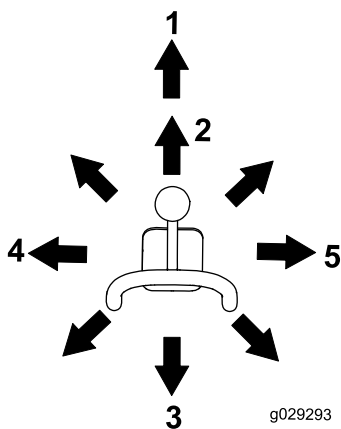

Figura 10
- Pentru a înclina dispozitivul de ataare în față, mică încet maneta spre dreapta (Figura 10).
- Pentru a înclina dispozitivul de ataare în spate, mică încet maneta spre stânga (Figura 10).
- Pentru a coborî braele încărcătorului, mică încet maneta spre față (Figura 10).
- Pentru a ridica braele încărcătorului, mică încet maneta spre înapoi (Figura 10).
- Pentru a coborî braele încărcătorului într-o poziție de blocare (deasupra solului), împingeți maneta complet înainte (Figura 10).